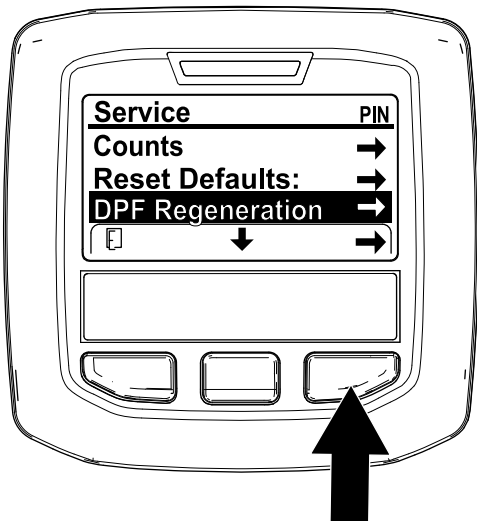

Figure 39
1. Dans le menu Entretien, utilisez le bouton central pour naviguer jusqu'à l'option DPF REGENERATION (régénération du FAP) (Figure 39).
2. Appuyez sur le bouton droit pour sélectionner l'option DPF Regeneration (Figure 39).